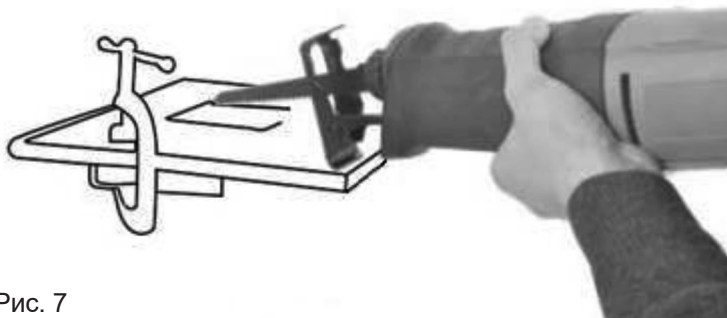

Рис. 7
1. Используйте короткое пильное полотно (Рис. 7).